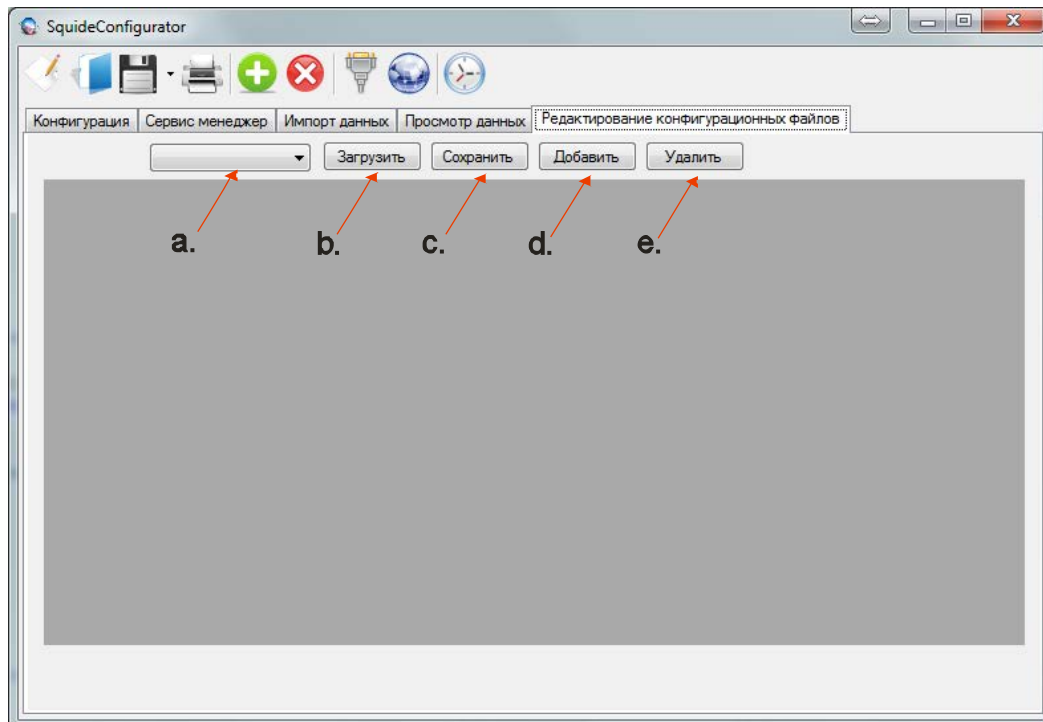

Рисунок 8.26 - Вкладка «Редактирование конфигурационных файлов»
В GSM-маршрутизаторе Squid, предусмотрено два дополнительных режима работы: архивирование и СМС рассылка. В режиме архивирования, GSM-маршрутизатор Squid, выполняет сохранение и накопление архивных данных на карту памяти. В режиме СМС рассылки, GSM-маршрутизатор Squid, выполняет отправки СМС сообщений при появлении нештатной ситуации или события. Для подключения данных режимов работы в GSM-маршрутизатор не обходимо настроить и записать два конфигурационные файлы BASE.DBS (для режима архивирования) и USERS.DAT (для режима СМС рассылки). Настройка данных файлов производится в Squid-конфигураторе на вкладке «Редактирование конфигурационных файлов», рисунок 8.26
2. В комбобоксе выбрать «Список тегов» (смотри рисунок 8.26 - выделенное поле).